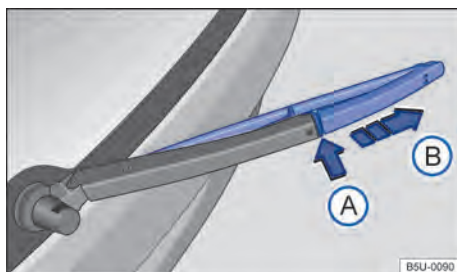

Fig. 146 Substituir a palheta do limpador do vidro traseiro.
– Manter o botão de destravamento → Fig. 146 ^A pressionado.